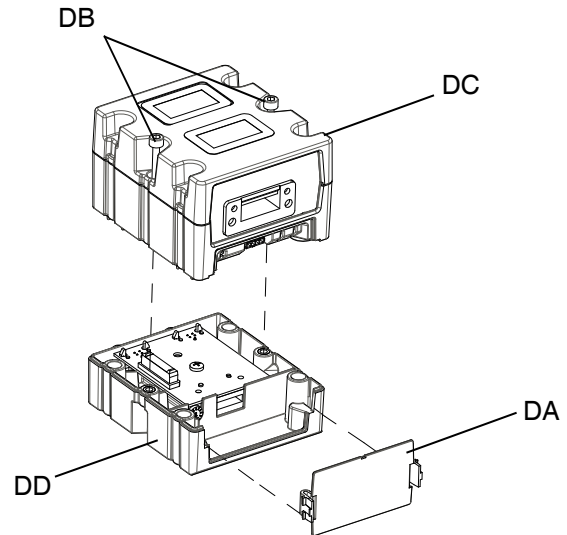

ABB. 52: Demontage des CGM
4. Die Abdeckung vom CGM (DA) abnehmen. Die beiden Schrauben M5-0,8 x 45 mm (DB) lösen und aufbewahren; dann das CGM (DC) vom Sockel (DD) abnehmen. Siehe ABB. 52.
5. Mit den vier im Satz enthaltenen M4-0,7 x 20 mm Montageschrauben die Basis (DD) in den gebohrten Löchern montieren.
6. Das CGM (DC) mit den zwei in Schritt 4 entfernten und aufbewahrten Schrauben (DB) wieder an der Basis (DD) anbringen.
7. Die Abdeckung (DA) wieder anbringen.
8. Das Kabel vom ADM abziehen und wieder in das CGM (DC) einstecken.